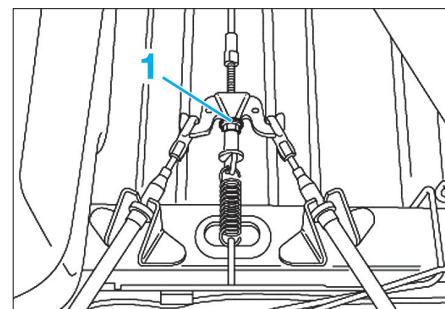

Fig. 34
- Serrer l'écrou (1) jusqu'à ce que les leviers des étriers de frein se soulèvent de la butée (Fig.34).